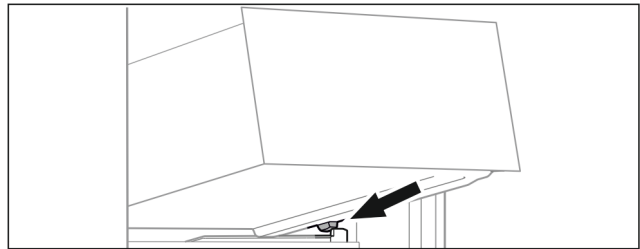

Fig. 66
- Schubfach schräg hinter den Stoppern auf Behälterrippe aufsetzen. (siehe Fig. 66)